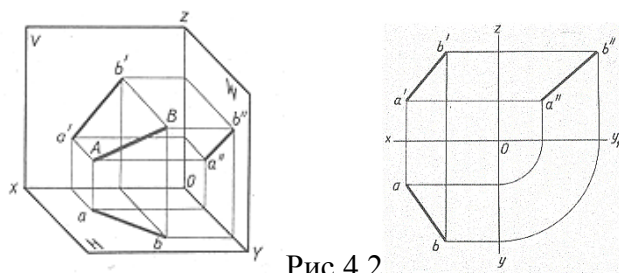

Рис.4.2
2. По заданным в табл. 4.2 координатам построить наглядное изображение отрезка прямой AB, CD и MN и эпюры (рис.4.2).